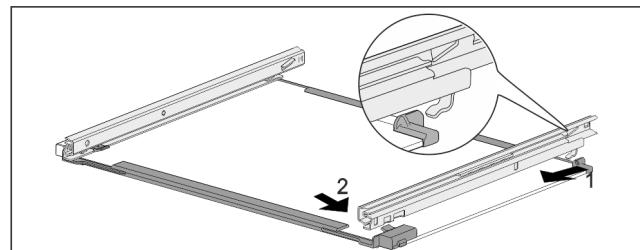

Fig. 158 Sklenená doska s kolajničkami
- Zaháknite kolajničku vzadu. Fig. 158 (1)
- Zaklapnite kolajničku vpred. Fig. 158 (2)